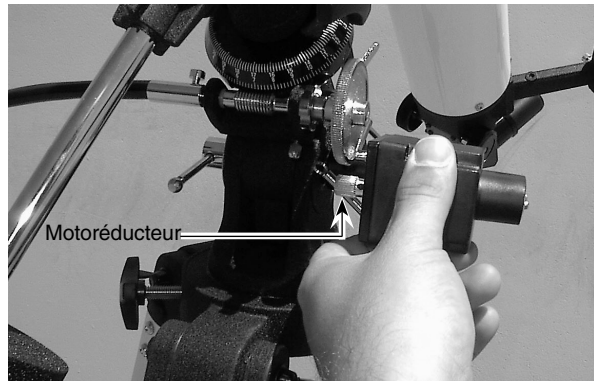

Figure 5. Fixation du moteur EQ-2M à la monture EQ-2. Assurez-vous que le pignon du moteur est placé directement sous la roue dentée.
2. Le moteur lui-même se fixe sur l'axe de la monture. Desserrez le boulon en T de blocage du moteur et faites glisser le cylindre du carter de moteur sur l'arbre. Assurez-vous que le petit pignon du moteur est placé juste en dessous de la roue dentée à l'extrémité de la vis sans fin RA (voir figure 5).